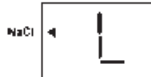

Abb. 17
3. Durch die Tasten **↓↑** wählen Sie „L“ (Abb. 17)